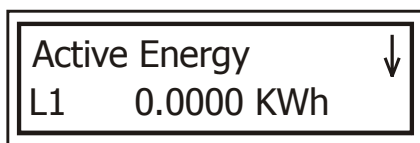

Рис. 37
3. Выберите пункт «Active Energy» для отображения активной энергии. Нажмите , на дисплее появится экран значений активной энергии. Используйте кнопку , чтобы посмотреть активную энергию во всех трех фазах и суммарную активную энергию (рис. 37):